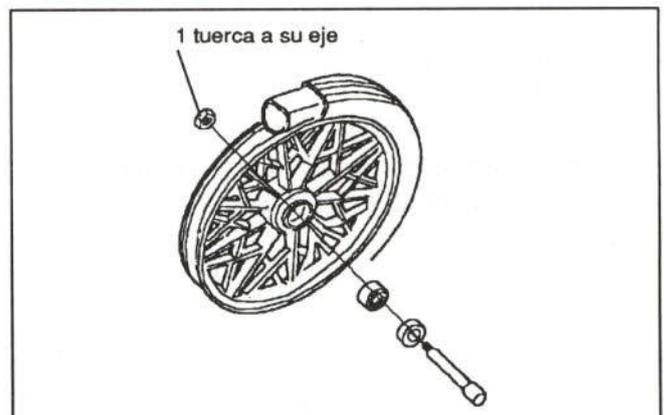

Figura 19.- Fijación de la rueda delantera
En la figura 19 se muestra su fijación.
- Rueda delantera (figura 19)